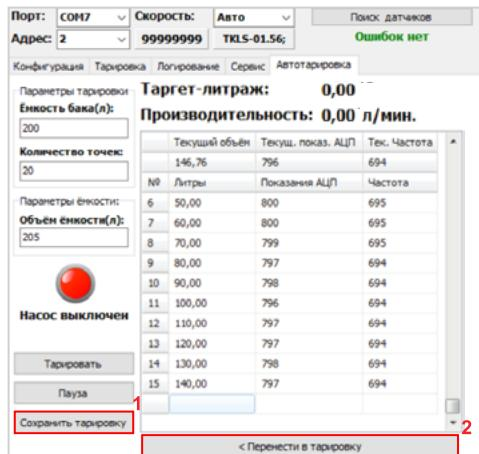

Рис.20. Завершение процесса автотарировки
- тарировочная таблица может быть сохранена во внешний файл. Для этого необходимо нажать кнопку «Сохранить тарировку» (Рис.20, п.1). Таблица будет сохранена в текстовый файл, в папку \Tare, расположенную в корневой папке конфигуратора TKLSConf;
- кнопка «Перенести в тарировку» (Рис.20, п.2) позволяет перенести тарировочную таблицу, полученную в процессе автотарировки, на вкладку «Тарировка». После этого на вкладке «Тарировка» таблица может быть записана в датчик, подключенный к конфигуратору. Записанная таким образом тарировочная таблица будет сохранена во внутреннюю FLASH память датчика, т.е. будет доступна и после перезагрузки питания датчика.